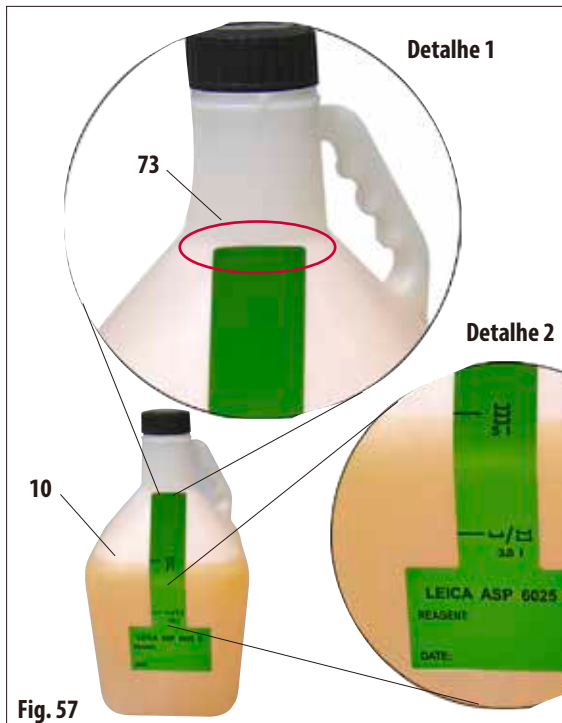

Fig. 57
Para garantir que as marcas de nível de enchimento correspondam, cole o lado estreito do rótulo exatamente no ponto do frasco RTU (10) onde o gargalo termina (Detalhe 1 na Fig. 57) e pressione-a verticalmente de cima para baixo.
A marcação no ponto 5 l (Detalhe 2 da Fig. 57) significa que o frasco RTU deve ser preenchido até este ponto, caso a retorta seja preenchida até o nível três do sensor (correspondente ao carregamento com três cestos).
A etiqueta pode ter o número da estação e a data em que o reagente especificado na tabela de cores foi colocado (Fig. 57).